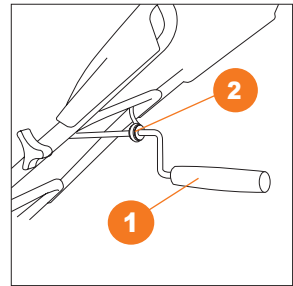

Рис. 10
3. Проденьте ручку изменения направления выброса **1** в фиксатор **2** расположенный на средней части рукоятки (Рис. 10).